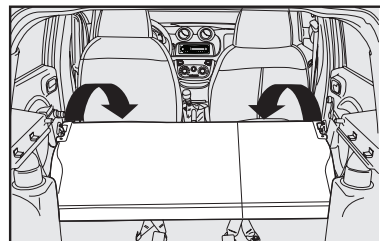

fig. 84
4) Incline hacia adelante el respaldo, haciendo pasar lateralmente los cinturones, hasta apoyarlos sobre el asiento trasero **fig. 84**.